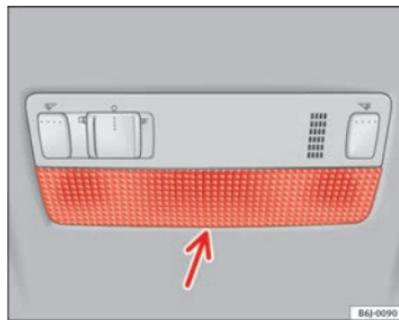

Fig. 151 Luz dianteira de leitura
- Introduza uma chave de fendas fina, com a parte plana, entre a carcaça e o vidro ⇒ fig. 151.